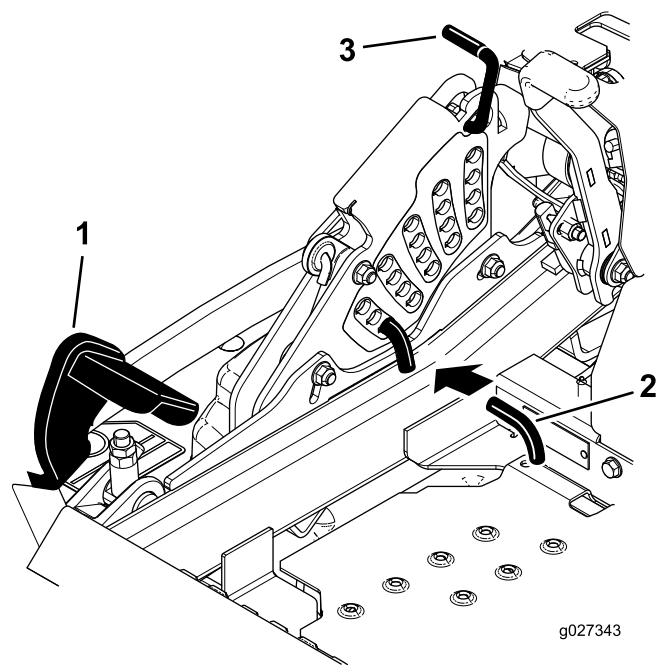

Figure 88
5. Enfoncez la pédale de relevage du tablier de coupe au maximum pour verrouiller le tablier à la position de transport de 14 cm (5½") (Figure 88).